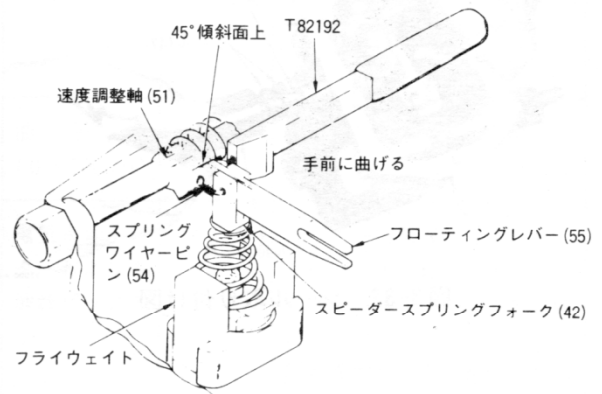

図 3-30. 速度調整レバーと
- f. ワイヤーピン(54)を工具 T 82192 を使って 図3-30, 3-31 で示すように曲げる。